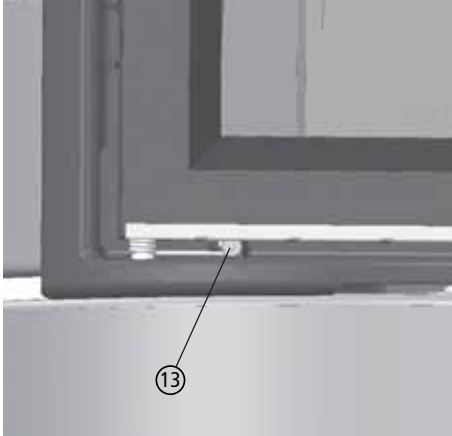

Abb. 3.13 Spannen der Türfeder
- ① Die Feuertür öffnen und auf der Scharnierseite ein Stück anheben - bei selbstschließender Feuertür vorher die Türfeder entspannen, siehe Abb. 3.13 und Abb. 3.14,
- ② Feuertür unten nach vorne aus dem Scharnier heraus schwenken - Feuertür dabei von unten festhalten,
- ③ Feuertür nach unten entnehmen.
Beim Ausbau der Feuertür wird die Türfeder entspannt. Die Feder muss nicht ausgebaut, aber beim Einbau der Feuertür wieder gespannt werden (siehe auch Abb. 3.13 auf Seite 24).